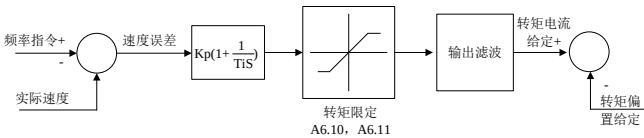

图 6-15 速度调节器简化图
1. 速度调节器（ASR）的构成如图 6-15 所示。图中 K_p 为比例增益 P， T_i 为积分时间 I。